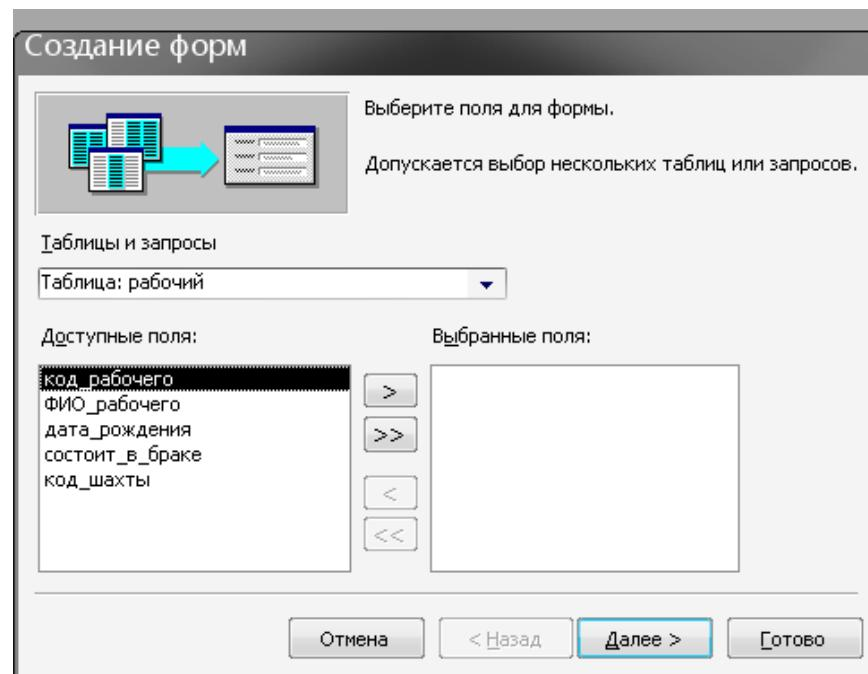

Рис. 2.12 – Вікно Майстра форм
2. У списку "Таблицы/зароси", що розкриваються, запиту вибрati таблицю, для якої варто створювати форму (рис. 2.12). У нижній частині ліворуч в областi "Доступные поля" видiляти потрiбнi поля i кнопкою **>** перемiщати них в область "Выбранные поля"